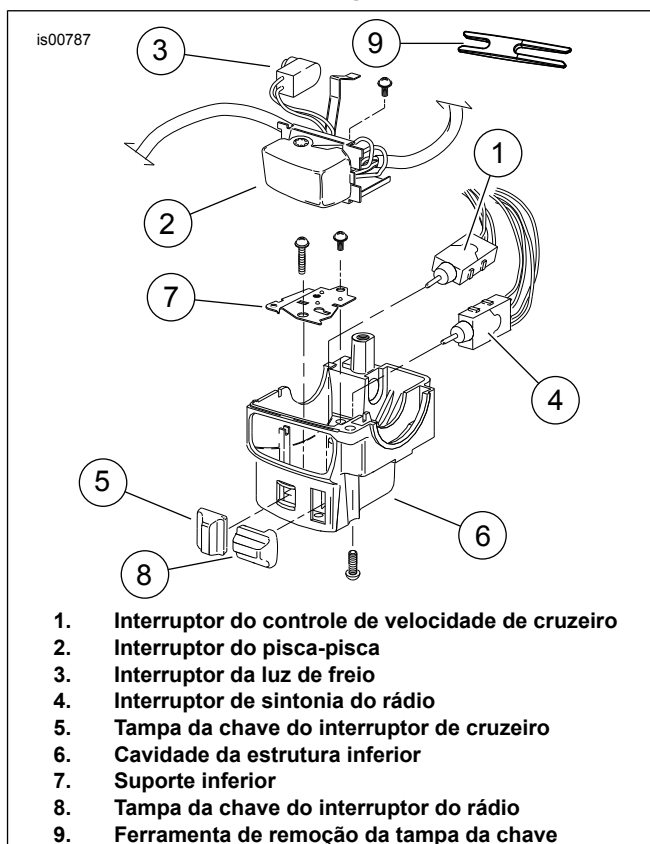

Figura 11. Estrutura inferior dos interruptores no lado direito do guidom
1. Veja a Figura 11. Coloque os interruptores do controle de velocidade de cruzeiro (1) e/ou do rádio (4) na cavidade da estrutura cromada inferior (6). Se instalados de forma correta, os interruptores permanecem nos blocos fundidos dentro da cavidade inferior. O interruptor do controle de velocidade de cruzeiro fica na borda e funciona em posição horizontal. Verifique se o eixo do interruptor está alinhado para um funcionamento apropriado da tampa da chave.
2. Coloque o suporte inferior (7) na estrutura (com o lado da porca soldada para baixo). **Em modelos com controle de velocidade de cruzeiro:** O degrau inferior do suporte deverá ser posicionado sobre o interruptor do controle de velocidade de cruzeiro (1) (orientado horizontalmente). As ranhuras no degrau superior encaixam duas lingüetas no corpo do interruptor de controle do rádio (4).
3. Instale o parafuso mais comprido na parte dianteira do suporte inferior (7) e dentro do ressalto rosqueado na estrutura.